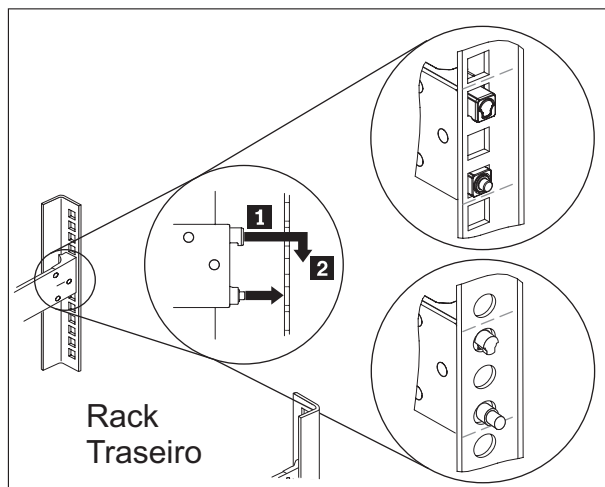

Figura 7. Instalar a extremidade posterior dos trilhos deslizantes
2. Instale a extremidade posterior dos trilhos deslizantes, conforme mostrado na Figura 7: